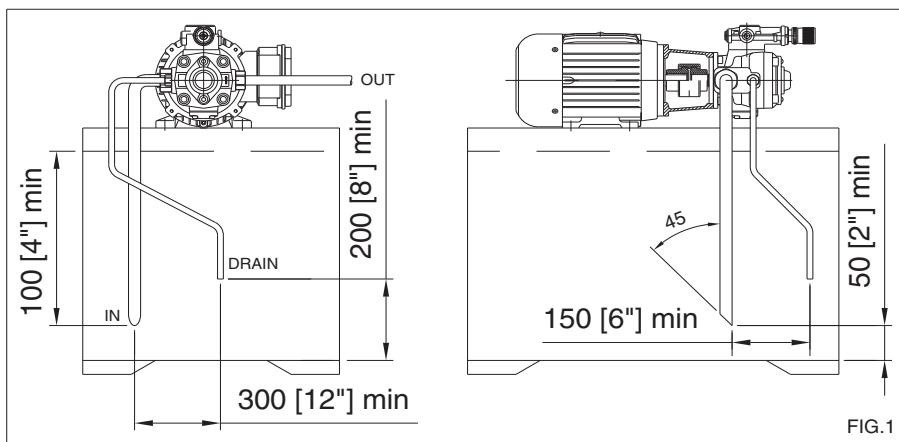

FIG.1
**Ansaugrohrleitung.** Das Ansaugrohr muss kurz sein, möglichst wenig Kurven haben und darf keine plötzlichen Änderungen des Innenquerschnittes aufweisen. Das Endstück der Rohrleitung im Innern des Tanks muss auf 45° zugeschnitten sein, einen Mindestabstand von 50 mm [2"] vom Boden haben und es muss stets eine Mindesteintauchtiefe von 100 mm [4"] gewährleistet sein (siehe ABB.1). Der Mindestquerschnitt des Rohrs muss dem des Gewindes an der Öffnung der Pumpe entsprechen.
**WICHTIG** Die Leckölrohrleitung muss so weit wie möglich vom Ansaugrohr positioniert sein, um Ansaugen heißer Flüssigkeit vorzubeugen (siehe ABB.1).